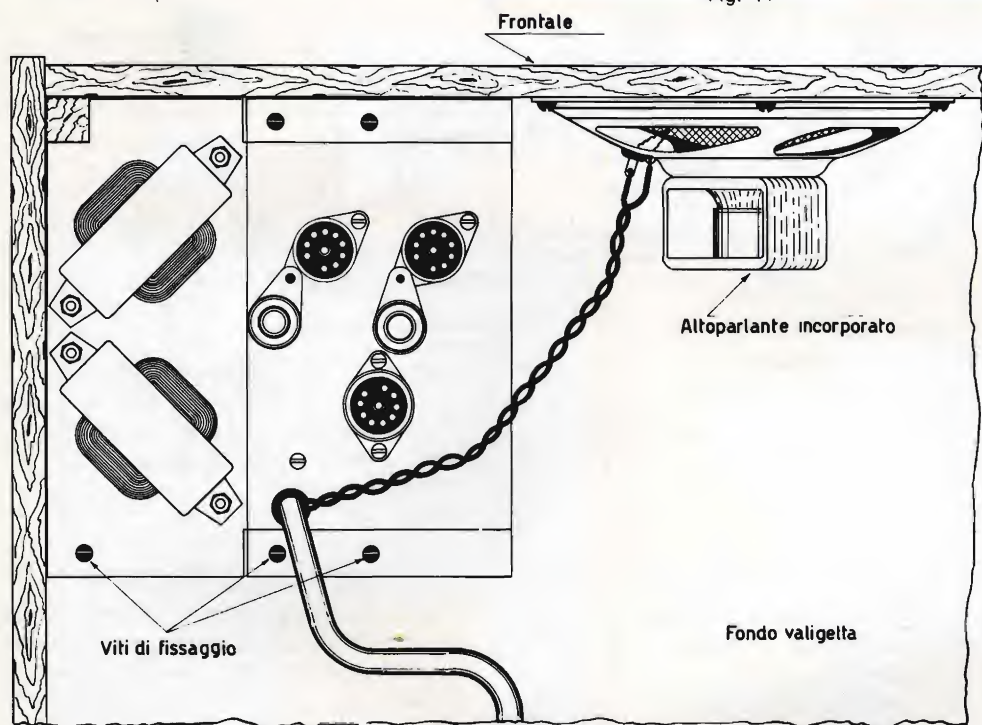

Fig. 12
I fermavalvola verranno fissati, come indicato in fig. 12, al posto di una delle viti di fissaggio dello zoccolo.
8) Partendo dallo stesso terminale 3 dell'ancoraggio piccolo, saldare uno spezzone di conduttore lungo circa 30 cm.; esso verrà successivamente collegato alla presa G/2226 dell'altoparlante fissato sul pannello frontale di legno della valigetta (ve di fig. 12).